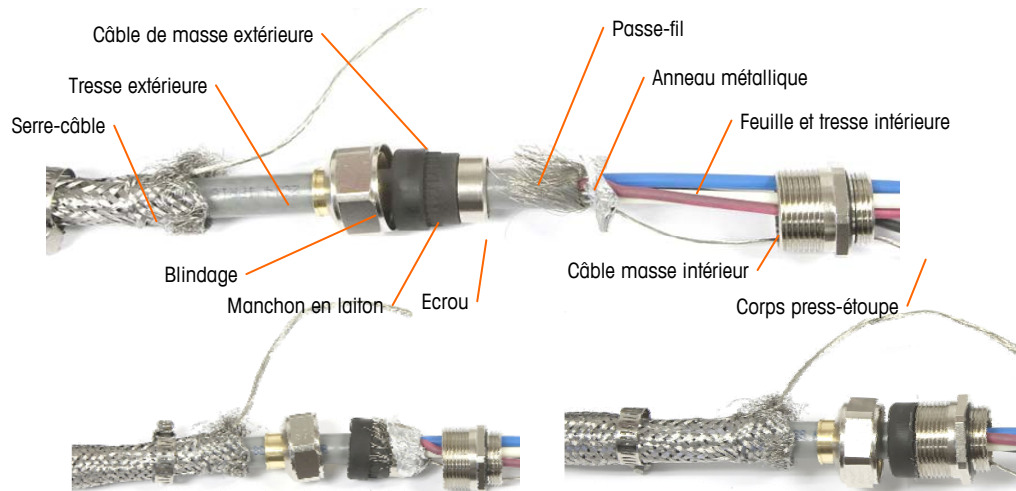

Figure 2-43: Montage du presse-étoupe et du câble du circuit autonome PDX
- a. Installez le presse-étoupe, le serre-câble métallique et le manchon en laiton dans le câble du circuit autonome tout en faisant glisser vers l'arrière le blindage tressé extérieur (Figure 2-43). Le câble de masse intérieur doit pénétrer l'enceinte à travers le presse-étoupe alors que le câble de masse externe restera à l'extérieur.
- b. Pliez et répartissez le blindage tressé intérieur et recouvrez l'anneau métallique avant d'enfoncer le passe-fil dans le corps du presse-étoupe, conformément à la Figure 2-43. Serrez l'écrou du presse-étoupe avec le manchon en laiton dans le corps du presse-étoupe.